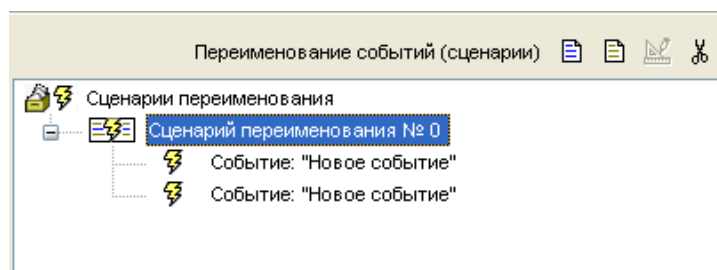

Рисунок 19
3. Добавьте два события к выделенному сценарию, с помощью кнопки  (см. Рисунок 19)